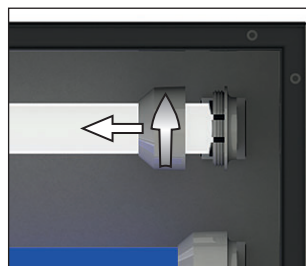

Fig. 35 Svitare i giunti a vite
6. Svitare i giunti a vite sul supporto dei tubi fluorescenti che devono essere sostituiti (Fig. 35).